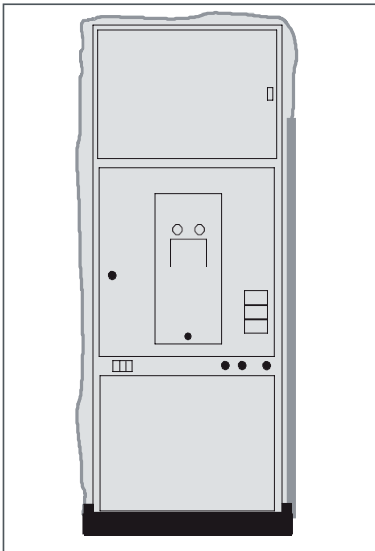

Fig. 3.1
- Lorsque les cellules sont transportées exclusivement par camion, elles sont fixées à l'avant et à l'arrière sur des baguettes en bois et emballées sous feuille PE (Fig. 3.1).